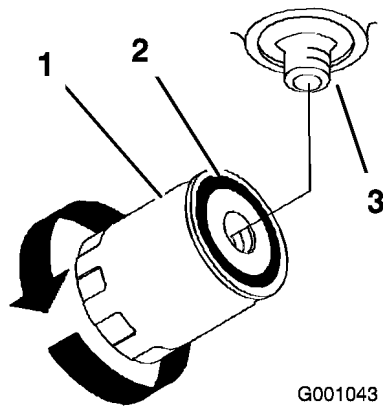

Figure 67
4. Appliquez une fine couche d'huile propre sur le joint en caoutchouc du filtre de rechange (Figure 67).
6. Remplissez le réservoir hydraulique jusqu'à ce que le liquide déborde du filtre. Tournez alors le filtre à huile dans le sens horaire jusqu'à ce que le joint en caoutchouc vienne toucher l'adaptateur du filtre. Serrez ensuite le filtre de 1/2 tour supplémentaire (Figure 67).